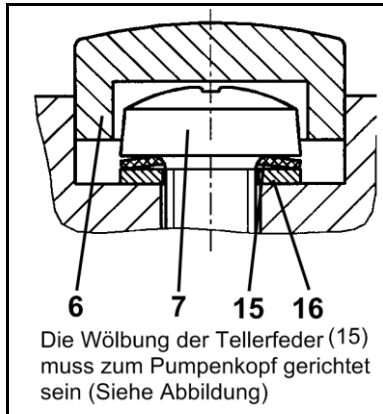

Abb. 11: Ausrichtung der Tellerfeder
7. Durch leichte horizontale Bewegung der Ventilplatten /Dichtungen (2) sicherstellen, dass diese nicht verspannt liegen.
8. Kopfdeckel (4) auf Zwischenplatte (1) setzen entsprechend der Bleistift-Markierung (M).
9. Durch leichte seitliche Bewegung des Kopfdeckels (4) dessen Zentrierung prüfen.
10. Kopfdeckel (4) und Zwischenplatte (1) miteinander verbinden: Die beiden Schrauben (7) anziehen (Anzugsmoment 70 Ncm).
- i** Zur Anordnung von Tellerfeder (15) und Scheibe (16) sowie zur Ausrichtung der Tellerfeder siehe Abb. 11.
11. Schraubenabdeckungen (6) montieren.